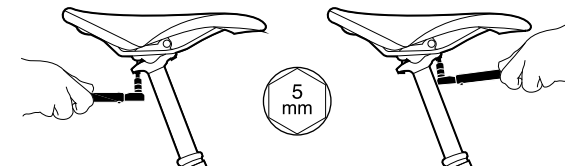

Afbeelding 8. Het pasblok aandraaien/losmaken
1. Zet de schroef van het zadel en de zadelpen los met een inbussleutel van 6 mm, zoals wordt weergegeven op *Afbeelding 8*. Zo krijg je voldoende speling om het zadel makkelijk te kunnen bewegen.